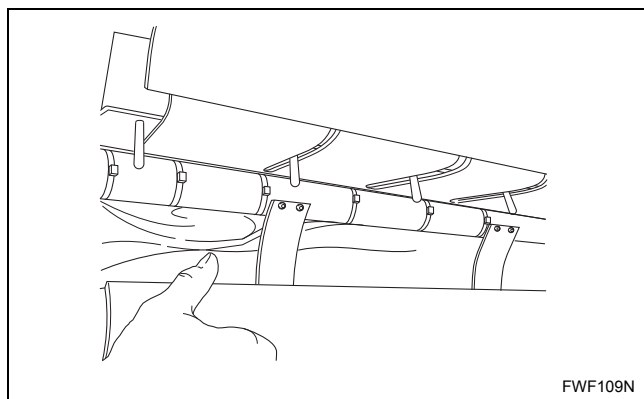

Figure 8
- a. Retirer le papier de protection placé sous la table d'entraînement. Se reporter à la *Figure 8*.